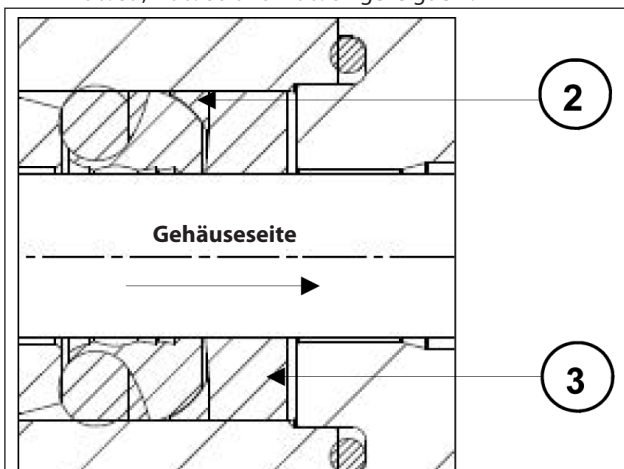

Abb. 61
- Setzen Sie den Stützring ② und die Dichtungshülse ③ wie in Abb. 59, Abb. 60 und Abb. 61 gezeigt ein.
Führen Sie die Dichtungshülse ③ mit nach außen gerichteten Aussparungen (zur Gehäusesseite) gemäß Abb. 60 und Abb. 61 ein.